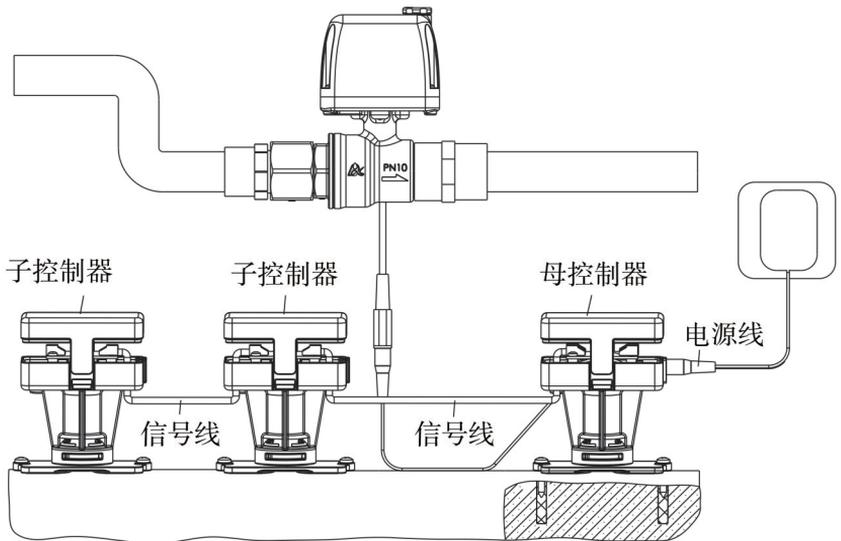

图8
- ② 多个泄漏点监控的线路连接，如图8（F104B只能与F104A配套使用、F104D只能与F104C配套使用）